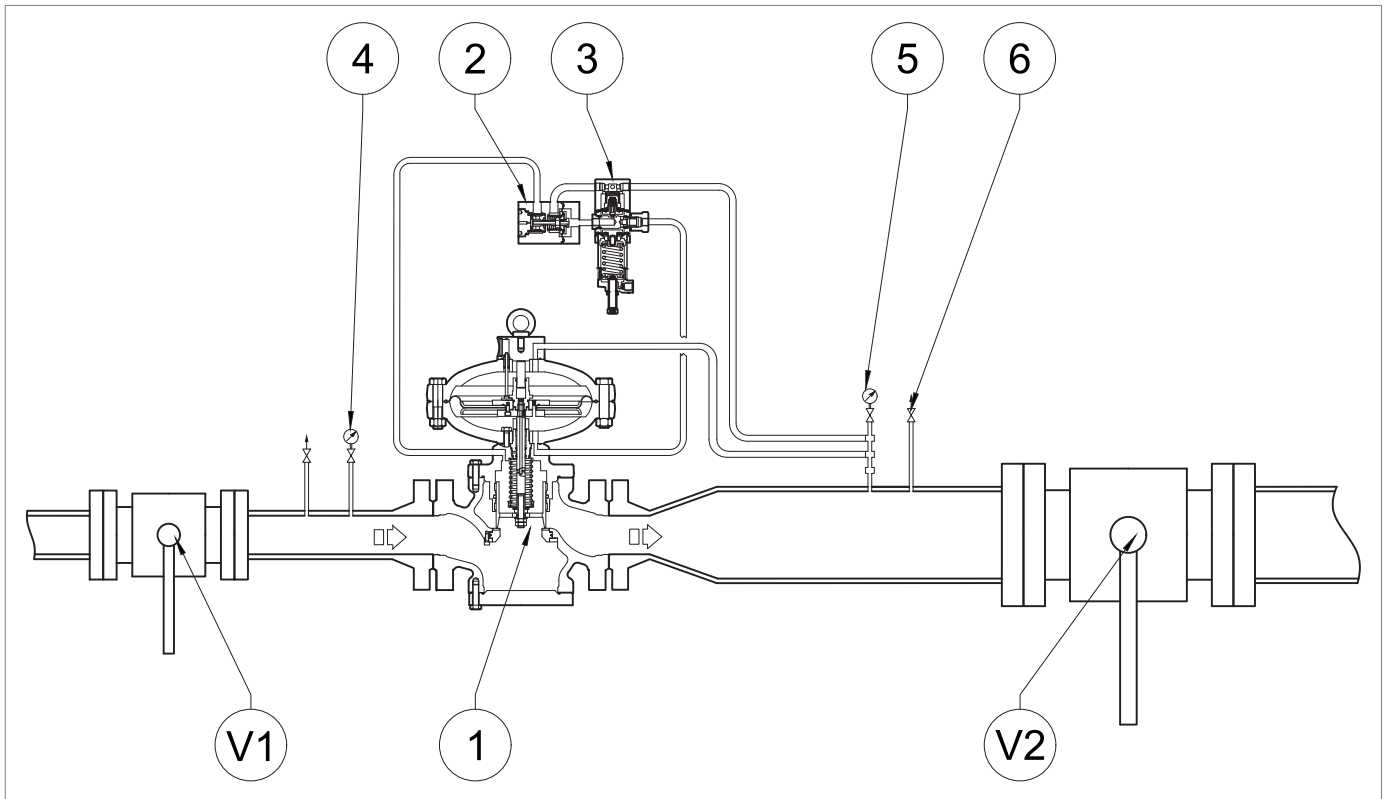

Abb. 8.29. Inbetriebnahme des Reglers
1	<p>Erhöhen Sie den Ausgangsdruck auf den Kalibrierwert des Reglers, indem Sie die Einstellschraube (10) des Piloten (2) des Hauptreglers (1) drehen um die korrekte Kalibrierung zu überprüfen.</p> <p>! HINWEIS!</p> <p>Prüfen Sie den Druck mithilfe des Manometers (Abb. 8.29, Ref. 5), das sich nach dem Hauptregler befindet.</p> <p>Wenn das Sicherheitsabsperrenteil:</p> <ul style="list-style-type: none"> • vor dem eingestellten Druckwert auslöst: den Einstellring (13) im Uhrzeigersinn anziehen, um die Feder (11) stärker zusammendrücken; • bei dem eingestellten Druckwert nicht auslöst: den Einstellring (13) lösen (gegen den Uhrzeigersinn), um die Feder (11) zu entspannen.